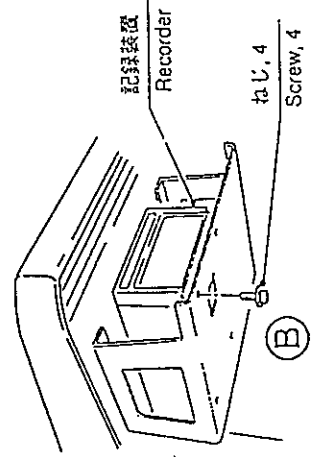

図24 Fig. 24
- (4) 記録装置をねじ4本で搭載台に取り付ける。(図24 ㉔)
- (4) Use 4 screws to mount recorder onto mounting rack. (㉔ in Fig. 24)